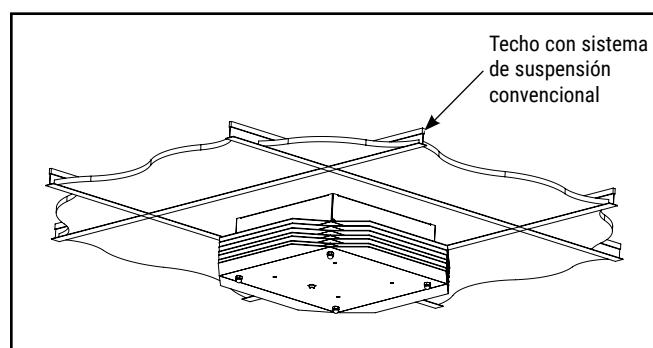

Figura 2.
- Coloque la luminaria con placa de techo en el techo con sistema de suspensión. (Ver Figura 2).